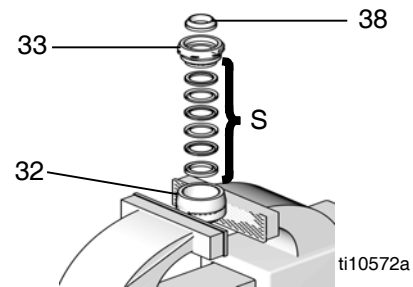

FIG. 18
1. Lubrifique os conjuntos da válvula de entrada (S) e instale-os na válvula (32). Consulte FIG. 18. Consulte as secções dos kits de conjunto para verificar a configuração de conjunto da válvula de entrada correcta.
2. Com um lado biselado virado para cima, prima a junta da válvula de entrada (38) no recesso da porca do conjunto da válvula de entrada (33) até que fique presa no lugar. O nariz da junta deve ser lavado ou levemente recuado na face da porca do conjunto. Consulte FIG. 18.
3. Coloque as facetas do corpo da válvula (32) num torno. Aperte firmemente a porca do conjunto (33) no corpo da válvula. Coloque o conjunto da estrutura de entrada de lado.